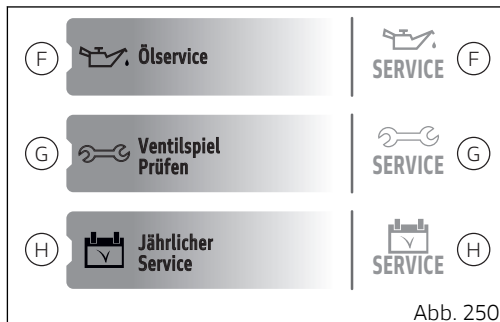

Abb. 250
Wurde der Schwellenwert der Inspektionen erreicht, wird bei jedem darauf folgenden Einschalten der Zündung 5 Sekunden lang die entsprechende Warnanzeige in Rot und im Großformat (A) im Cockpit angezeigt, daraufhin schaltet die Anzeige auf das Kleinformat (B) um: „Ölservice“ (F), „Ventilspiel Prüfen“ (G) und „Jährlicher Service“ (H). Auf der Abbildung (Abb. 250) sind die Inspektionen links im Großformat und rechts im Kleinformat dargestellt.